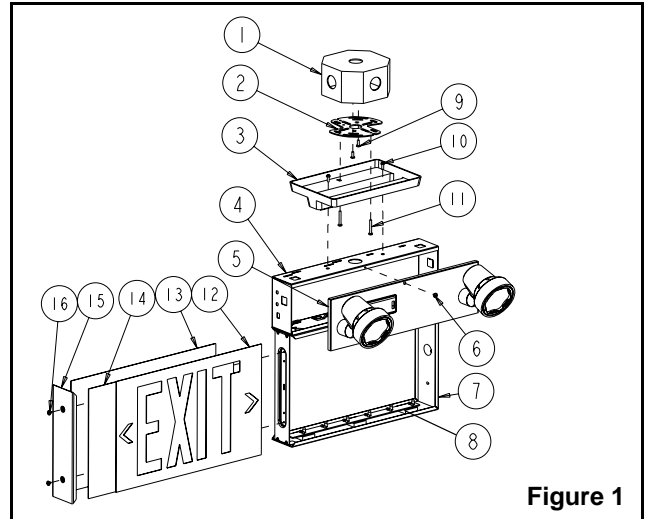

Figure 1
3. Pour ouvrir l'enseigne, retirer la plaque d'extrémité (voir fig. 1) et glisser la face découpée et le diffuseur de couleur pour les sortir du boîtier.